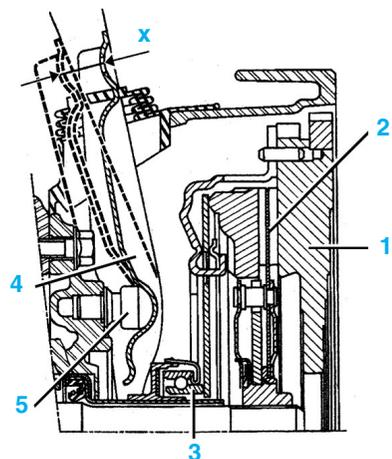

Fig.Emb.2
- Contrôler la course (X = 27,4 à 30,7 mm) de la fourchette d'embayage (Fig.Emb.2).